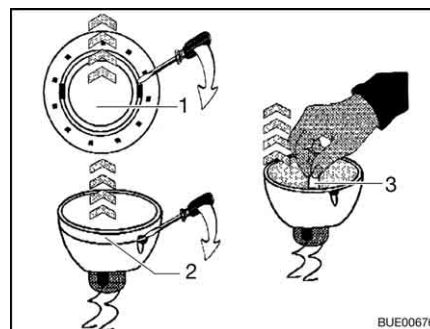

Fig. 216 Remplacer l'ampoule halogène
- Desserrer la bague de recouvrement intérieure (Fig. 216,1) du boîtier avec un tournevis.
- Défaire la bague de recouvrement avec le panneau en verre (Fig. 216,2) de la partie inférieure de la lampe halogène encastrée à l'aide d'un tournevis.
- Retirer l'ampoule halogène (Fig. 216,3).